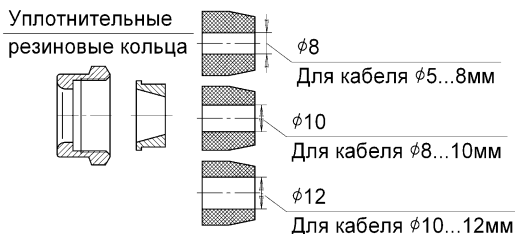

Рис.6 Уплотнительные кольца (14) кабельных вводов
6.1.5 Блок питания-коммутации БПК-220В-4Р-ГС-(9КВ)-В31, БПК-220В-4Р-ГС-1А-(9КВ)-В31 состоит из корпуса (1), крышки (2). Крышка крепится к корпусу болтами М6 (3) с шайбами пружинными М6 (4). Между корпусом и крышкой расположена герметизирующая прокладка (5). В крышке расположено прозрачное смотровое окно (6). Оно прижимается к крышке обечайкой (7) шестью болтами (8). В основании корпуса расположено на плата печатная (9) аналогичная плате печатной блока питания-коммутации БПК-220В-4Р-ГС, БПК-220В-4Р-ГС-1А. Блок содержит болт(шпильку) заземления М4 (10) с гайкой М4 (11), шайбой плоской М4 (12), шайбой пружинной М4 (13). Корпус имеет семь или девять кабельных вводов. По умолчанию кабельные вводы поставляются без крепления защитной оболочки кабеля. Комплекты монтажных частей для крепления защитной оболочки кабеля (приложение А.4) заказываются дополнительно. Кабельные вводы комплектуются тремя резиновыми кольцами (рис.6) с различными отверстиями соответствующими максимальному диаметру вводимых кабелей. Резиновые кольца имеют маркировку минимального и максимального диаметров (в миллиметрах) допущенных к вводу в них кабелей.
ВНИМАНИЕ! ДЛЯ ЭЛЕКТРИЧЕСКОГО МОНТАЖА ДОЛЖЕН ПРИМЕНЯТЬСЯ КАБЕЛЬ КРУГЛОГО СЕЧЕНИЯ С НАРУЖНЫМ ДИАМЕТРОМ ОТ 5 ДО 12 ММ. ДЛЯ УПЛОТНЕНИЯ ИСПОЛЬЗОВАТЬ КОЛЬЦА ИЗ КОМПЛЕКТА КАБЕЛЬНЫХ ВВОДОВ СМ. РАЗДЕЛ 6.1.5 (РИС.6)